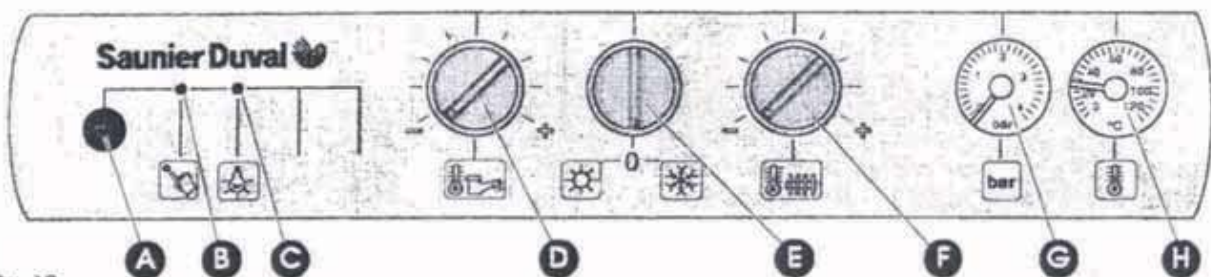

Fig. 10
- Mettre le sélecteur E fig. 10 sur 0
- Appuyer sur le bouton de réarmement A fig. 10
- Positionner le sélecteur E fig. 10 sur  ou